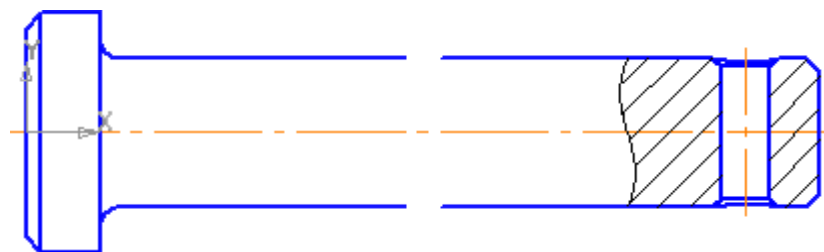

Рисунок 21.
- Нажмите кнопку Создать объект  (рис. 21).